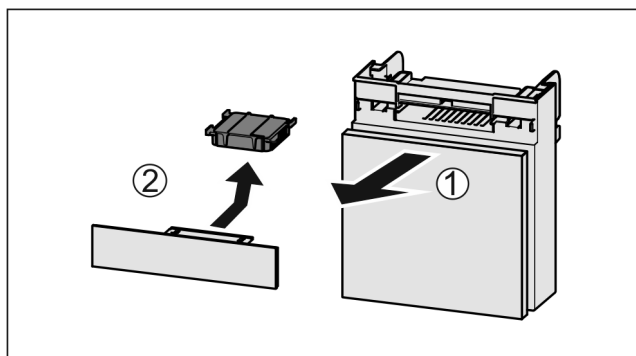

Fig. 172
- ▶ Dra ut Fig. 172 (1) lådan framåt.
- ▶ Ta ut Fig. 172 (2) aktivtkolfiltret.